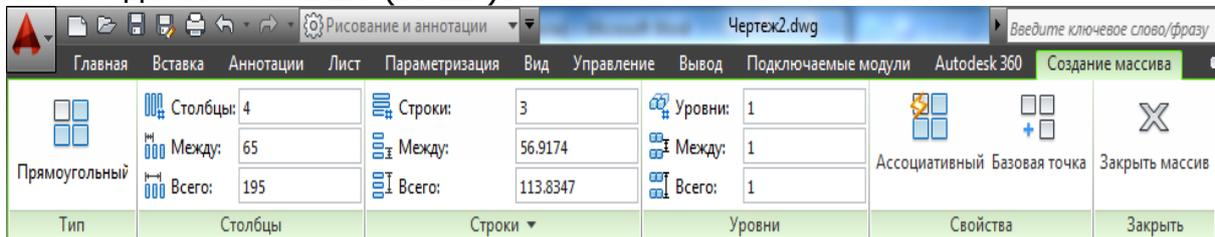

Рис.5. Панель редактирования массива
3. Более точные параметры массива можно задать с помощью специальной панели, которая появляется на ленте во время создания массива (Рис.5).